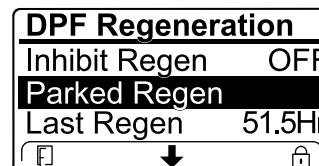

Figure 59
- Si le calculateur moteur demande une régénération d'urgence ou est en train d'en exécuter une, et que vous naviguez jusqu'à l'option PARKED REGEN (régén. en stationnement), la régénération en stationnement se bloque et l'icône de blocage (Figure 59) apparaît en bas à droite de l'InfoCenter.